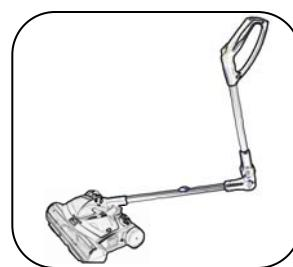

Fig. 11
5. Para aspirar debajo de los muebles, presione el botón de liberación del mango y haga presión para doblar el mango de la barredora hacia adelante. La pivote delantera se saldrá de la posición trabada para aumentar el rango de movimiento, permitiéndole limpiar fácilmente debajo de sillones, camas y sillas. (Fig. 11)